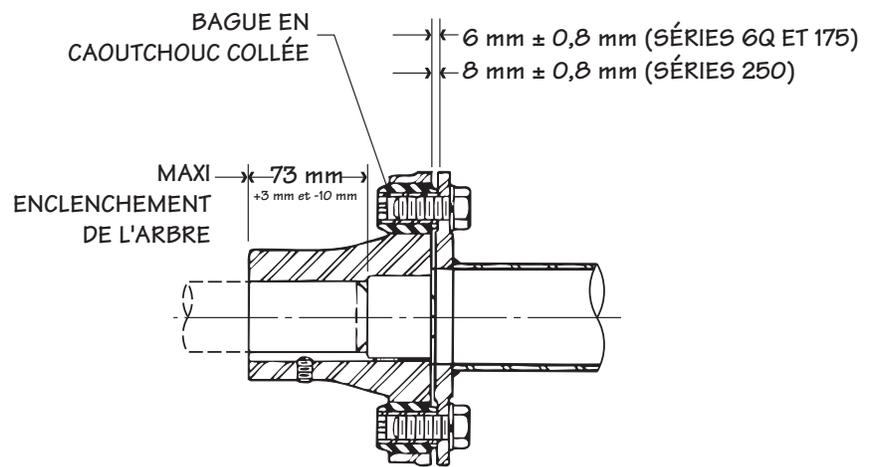

Figure 4 Série 250 illustrée
Notez les numéros qui se correspondent indiqués sur les brides de l'arbre d'entraînement et retirez les chapes. Enduisez l'arbre d'entraînement et l'arbre Geareducer avec du « Thred-Gard » (de Crane Packing Co.) ou un lubrifiant similaire. Placer la clavette à mi-chemin dans l'arbre d'entraînement et l'arbre Geareducer, puis installez les chapes, comme illustré à la Figure 4. Utilisez un maillet en caoutchouc ou en bois pour taper sur les chapes pour éviter de les endommager. Serrez chaque vis de réglage de la chape contre la clavette.
Alignez les numéros qui se correspondent sur les brides de la chape puis boulonnez le tube et l'assemblage de la bride sur la chape du Geareducer tout en soutenant l'extrémité moteur du tube et l'assemblage de la bride. Serrez progressivement les vis à un couple de serrage de 82 N m (60 ft-lb). Faites glisser le moteur de sorte que la chape du moteur puisse être boulonnée sur l'assemblage du tube et de la bride, sans pousser ou tirer sur les bagues. Alignez les numéros qui se correspondent et boulonnez la chape du moteur à l'assemblage du tube et de la bride. Serrez progressivement les vis à un couple de serrage de 82 N m (60 ft-lb). La distance entre le tube et les brides de la chape doit être telle qu'indiquée à la Figure 4.
d'entraînement jusqu'à ce que le relevé total du comparateur entre les deux extrémités soit inférieur à 0,13 mm. Serrez tous les boulons de fixation sur le moteur et le Geareducer puis vérifiez à nouveau l'alignement. Conservez un espace entre la surface de la bride et la surface de la chape, comme illustré à la Figure 4.
8. Si le moteur a été déplacé vers l'arrière pour permettre le retrait de l'assemblage du tube et de la bride, repositionnez le moteur en veillant à ce que l'espace de la bride soit conservé. Voir la Figure 4. Serrer les boulons machine ou vis à tête six pans de 16 mm ($\frac{5}{8}$ po) à un couple de serrage de 82 N m (60 ft-lb). Pour les arbres d'entraînement de la série 6Q et de la série 175, utilisez une clé Allen pour empêcher la bague de tourner dans le raccord. Vérifiez à nouveau l'alignement de l'arbre d'entraînement et serrez les vis de fixation du moteur.